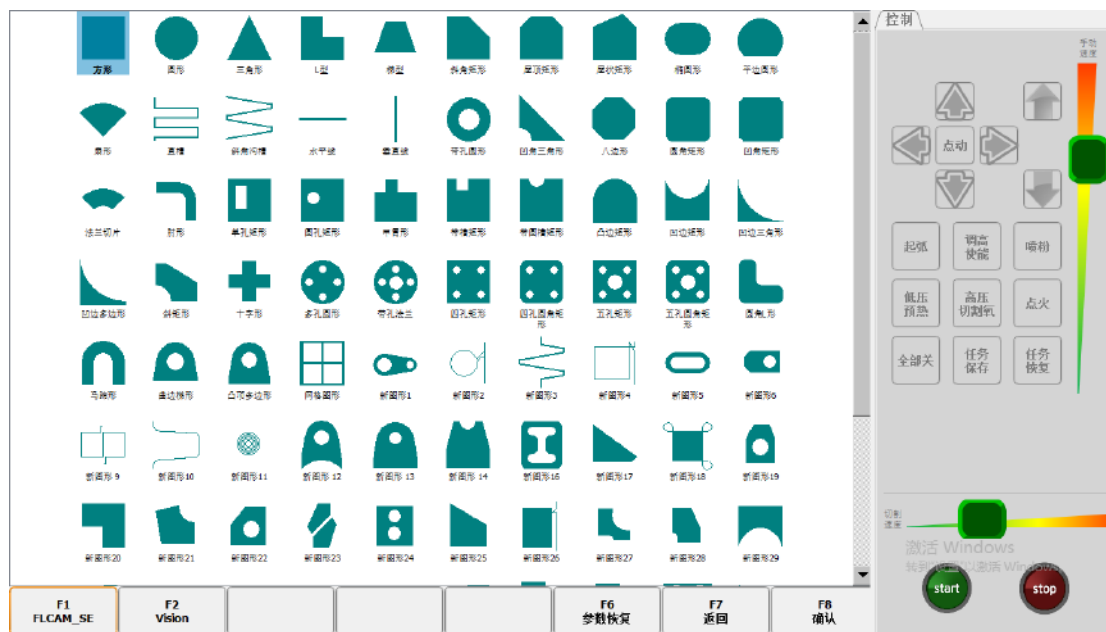

图 13.9 图形管理界面
- 打开 F7600 界面后，点击“图形管理”按钮，如图 13.9 所示：